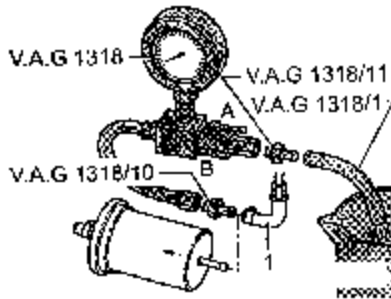

图 2-147 拔下进油管
(6) 从汽油滤清器上拔下进油管 1 (图 2-147)，用转接器 1318/10 将压力表 V.A.G 1318 接到软管上，重新检查一遍供油量。如果现在达到了最低的供油量，更换汽油滤清器。如果还没有达到最低的供油量，进行下面的检查。